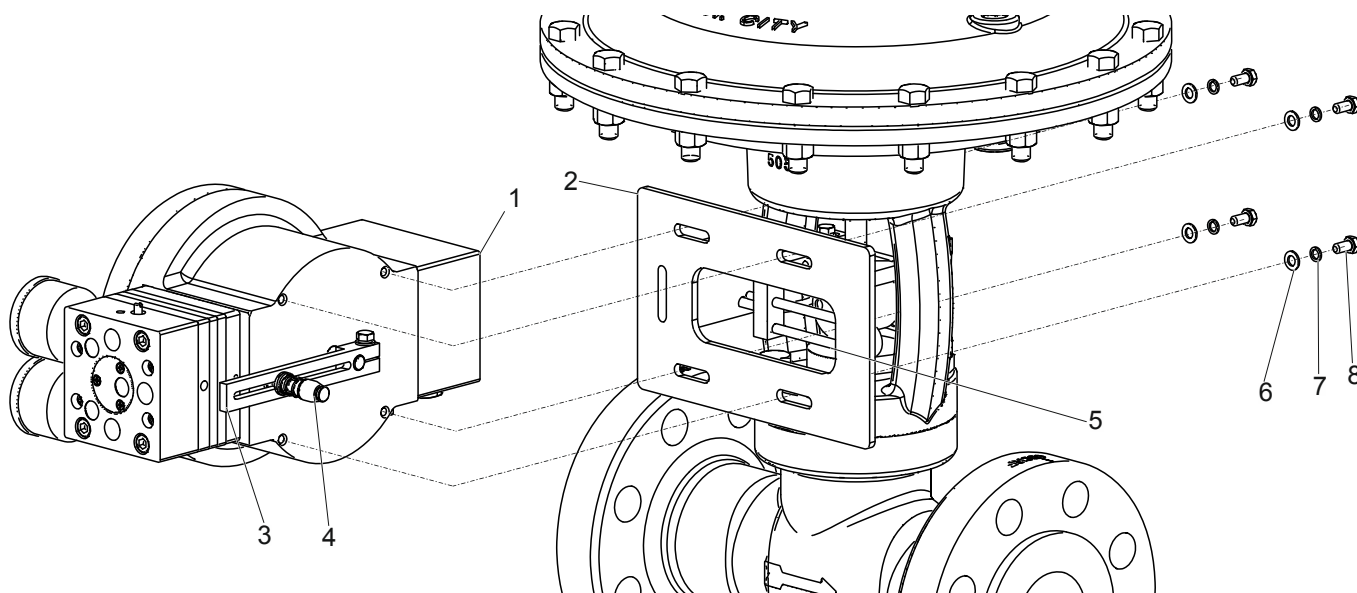

Рисунок 6.5 – Схема монтажа позиционера на ИМ
1) поместить позиционер 1 на кронштейн 2, при этом рычаг 3 должен быть повернут в сторону пневматического усилителя (см. рисунок 6.5), а конус 4 необходимо направить в паз поводка 5;